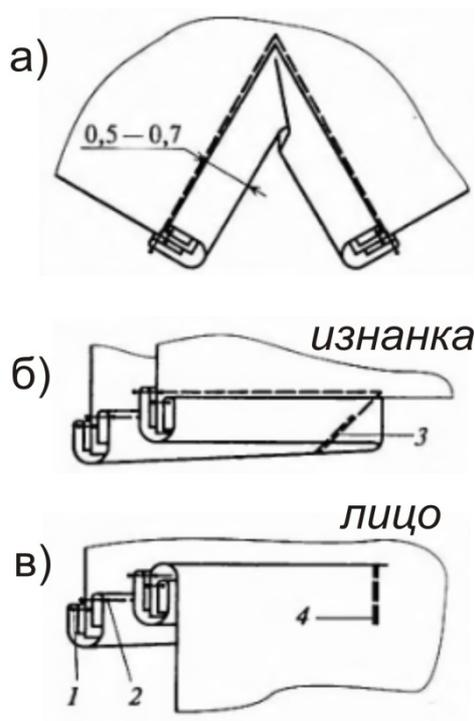

Рис.1
19. Застрачивают окантовку в конце застежки под углом к ее краю (Рис.1б, строчка 3).
20. Отгибают откантовочный шов на рукав. С лицевой стороны его фиксируют машинной строчкой (Рис.1в, строчка 4) и приутюживают.